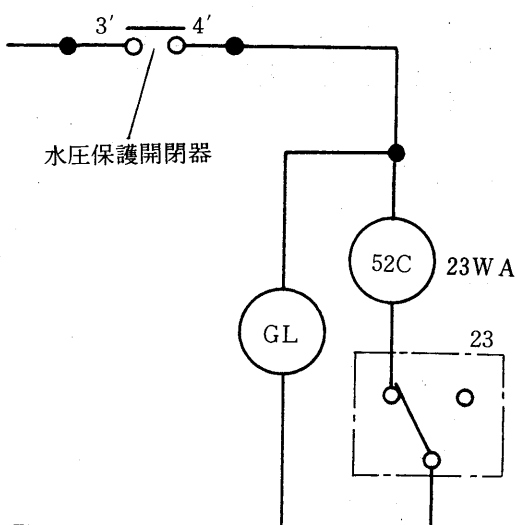

図 1
- ① 水圧保護開閉器を使用した圧縮機制御回路に入れる。(図 1 参照)